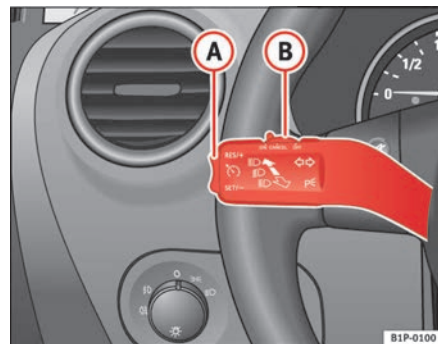

Fig. 127 Palanca de intermitentes y de luz de carretera: mando y tecla basculante para el regulador de velocidad
- Cuando se haya alcanzado la velocidad que se quiere programar, pulse brevemente la parte inferior de la tecla basculante **SET/SET** $\Rightarrow$ fig. 127 **(A)** una vez.